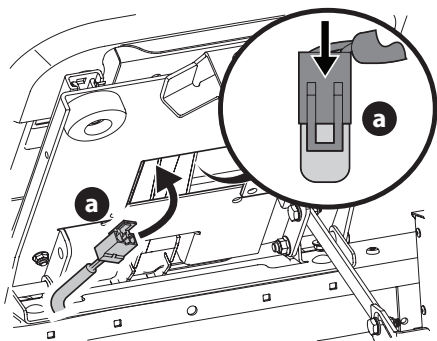

Figure 10
4. Insérez le faisceau de câbles (a) dans la partie inférieure du siège (Figure 10).
NOTE : Lorsque le faisceau de câbles (a) est connecté, veillez à pousser le fil excédentaire du faisceau de câbles (a) dans l'orifice du boîtier de siège avant de continuer (Figure 10).